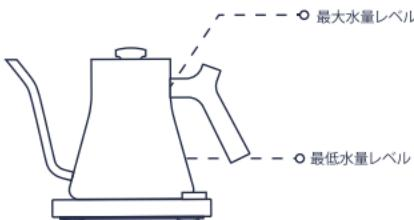

図 1C
- ・「最大」水量レベルを超える量を入れないこと(下図参照)。水量はこのレベル以下にしてください。ケトルに水を入れすぎると、熱いお湯が噴き出ることがあります。以下の図1Cを参照してください。水や電気を節約するために、必要な量だけを入れることをお勧めします。
- ・水のない状態や、「最低」水量レベル以下で使用しないでください。ケトルを空焚きすると、恒久的な損傷や火災の原因になる可能性があります。「最低」水量レベルは、ケトルの底から約2.5cmの位置です。上の図1Cを参照してください。
- 初めて使用する場合は、ケトルの内部をすすぎ、少量の水を沸騰させます(図1Cの「最大水量」ラインの約半分の量)。少なくとも、図1Cの最低水量ポイント以上までは必ず水を注いでください。